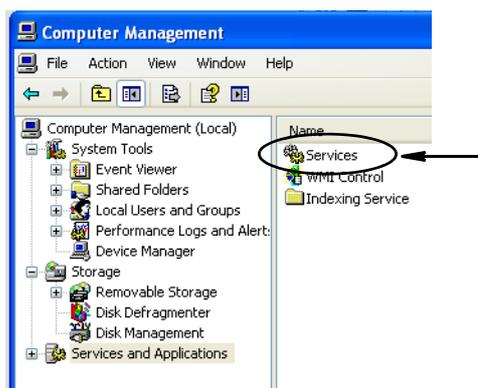

FIG. 55
c. Haga doble clic en Servicios (FIG. 55).